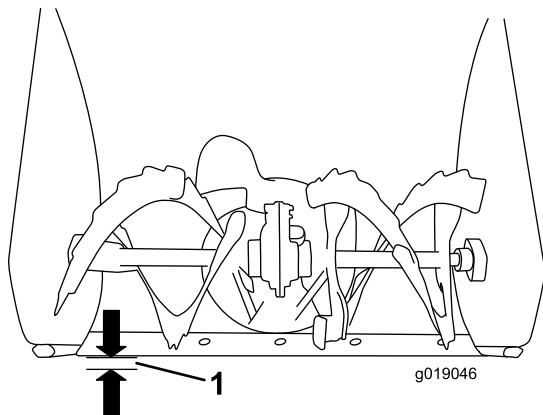

Figure 34
2. Desserrez les écrous de fixation des deux patins aux côtés de la vis sans fin jusqu'à ce que les patins puissent coulisser aisément vers le haut et vers le bas (Figure 34).